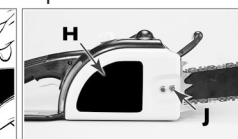

Fig. 3E
3. Instale a tampa da roda dentada (H). Coloque a tampa por cima dos 2 parafusos da barra. Enrosque as porcas de retenção (J) APENAS APERTO MANUAL. (Ver Fig. 3E)